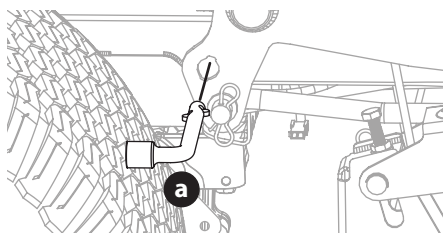

Fig. 39
5. La pédale de relevage et le bouton de réglage doivent être utilisés pour placer le plateau à la position la plus basse. L'outil multifonction est utilisé pour verrouiller le système de relevage (Fig. 39).